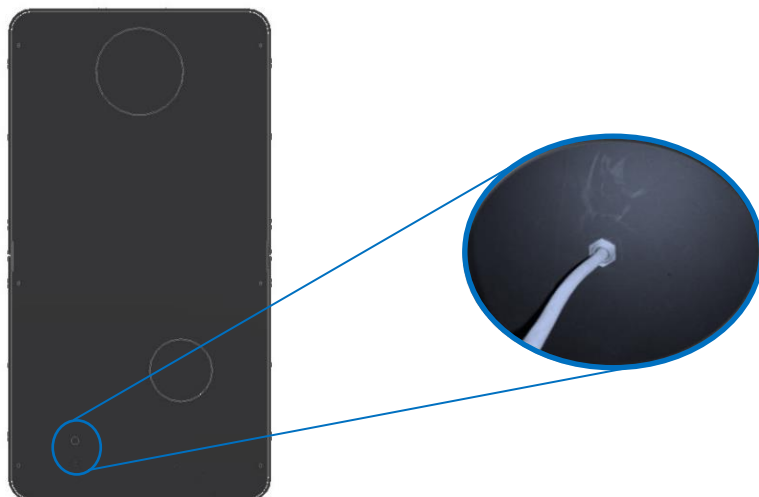

Figura 38 - Kit di ventilazione passaggio cavi
* Passare il cablaggio attraverso il foro sul retro dell'unità e serrare il pressacavo, Figura 38;